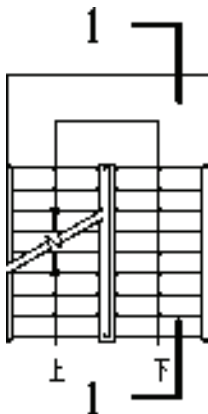

图 12-6 打开素材
1) 按〈Ctrl+O〉组合键, 打开配套光盘提供的“第 12 章/12.1.2 构件剖面.dwg”素材文件, 如图 12-6 所示。